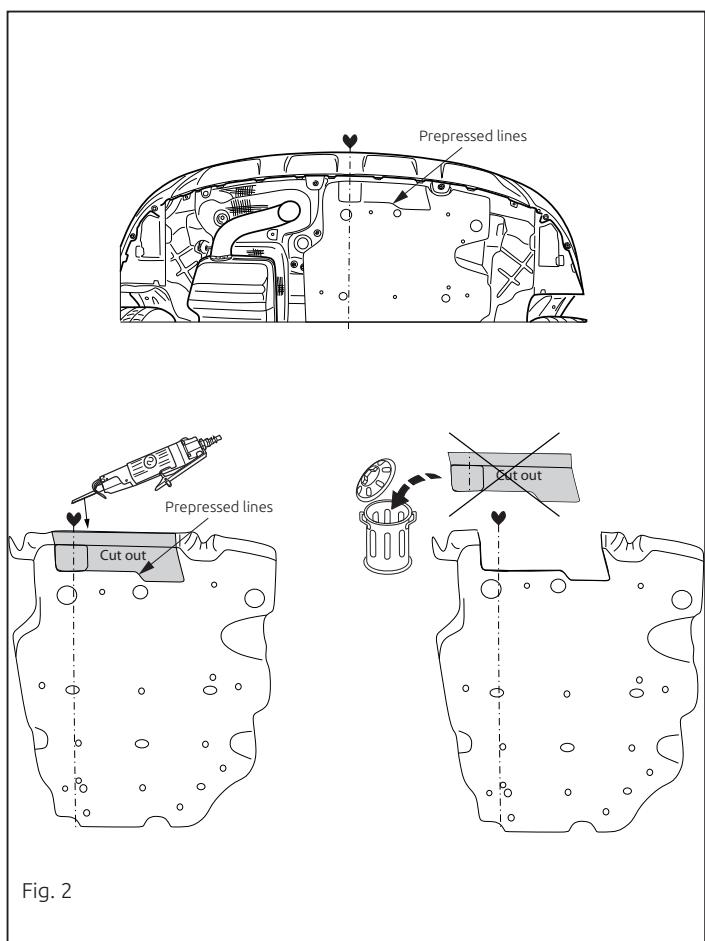

Fig. 2
11. **Please note. If necessary:** Saw a portion out of the cover plate as shown in figure 2.
11. **Внимание! При необходимости:** Выпилить часть из закрывающей пластины, как указано на рис. 2.
- Atténuation, si nécessaire: Scier une partie de la plaque de protection conforme à la figure 2.